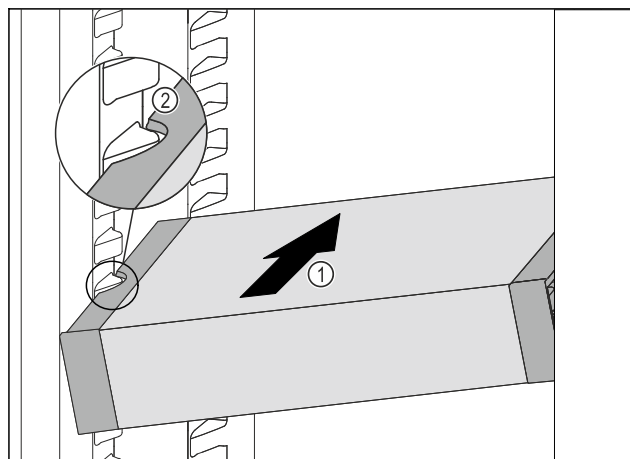

Fig. 37
- ▶ Zasuňte VarioSafe do chladničky pod úhlem tak Fig. 37 (1), aby vybrání na bocích Fig. 37 (2) VarioSafe byla na úrovni žebrování na nádoby v chladničce.